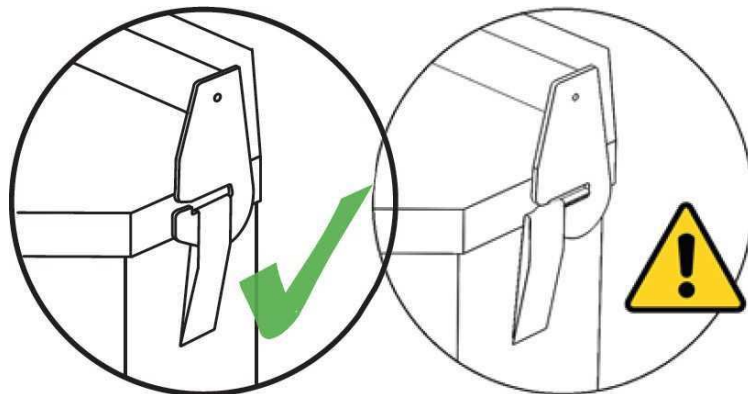
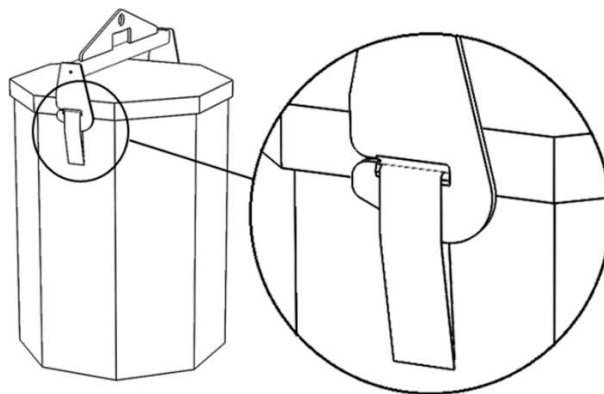

Fig. 1
Fig. 2
- Existe o risco de desengate acidental se a posição do balanceiro de elevação não estiver corretamente alinhada com a posição da correia de elevação durante a elevação. Fig. 1
4. O balanceteiro de elevação deve ser montado conforme ilustrado na Fig. 2
5. Certifique-se de que as correias de elevação em ambos os lados estão completamente engatadas e permanecem nos ganchos enquanto eleva o ESAB MARATHON PAC™. Consulte a Fig. 1 e a Fig. 2 para obter informações sobre utilização incorreta e correta, respetivamente